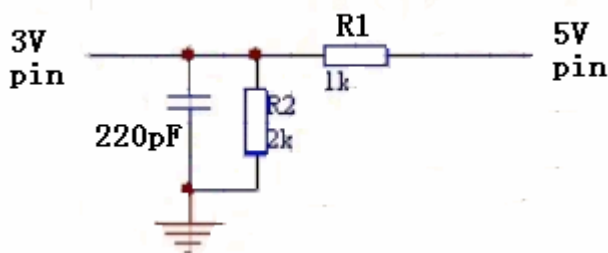

图 3
- **5V 转 3.3V** 可以通过电阻分压方式实现（如图 3）；